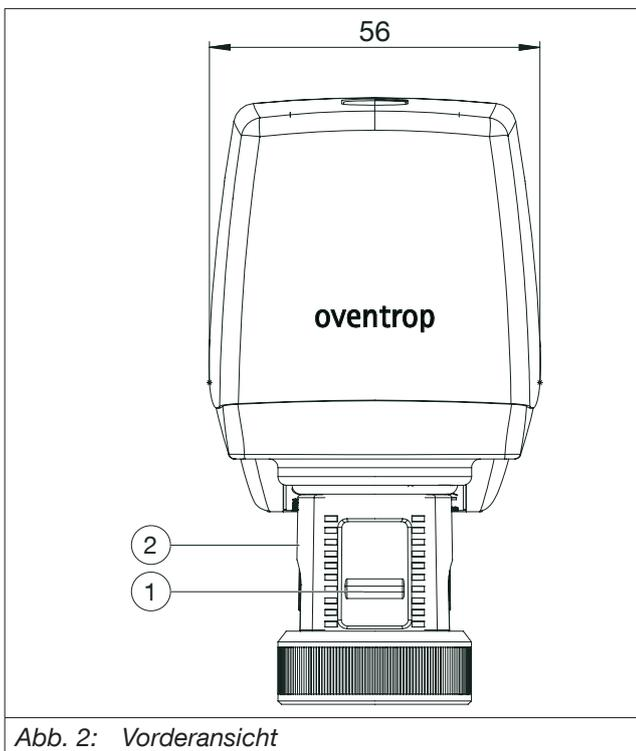

Abb. 2: Vorderansicht
- ▷ Schützen Sie die Anzeige der Hub-Position, indem Sie die Staubschutzabdeckung (Position (2) in Abb. 2) um 180° drehen.